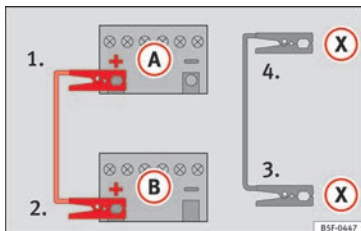

Bild 164 Anslutningsschema för bilar med start-/stoppsystem.
- **Fordon med start-/stoppsystem:** Anslut ena änden av den *svarta* startkabeln (X) till en lämplig jordpunkt, en fast metalldel på motorblocket eller till själva motorblocket » » bild 164.
5. Anslut andra änden av den *svarta* startkabeln (X) till en solid metalldel som är kopplad till motorblocket eller till själva motorblocket i bilen med det urladdade batteriet. Anslut den inte till någon punkt i närheten av batteriet (A).